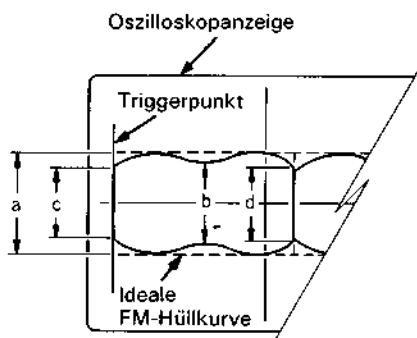

Abb. 1-6-1 FM-Hüllkurve
1. Die Tasten TRACKING +/- drücken, um die maximale FM-Hüllkurvenausgabe, entsprechend Pegel (a) in Abb. 1-6-1 zu gewährleisten. Die FM-Hüllkurve beobachten und den Maximumpegel (a) und die Minimumpegel (b), (c) und (d) ablesen.